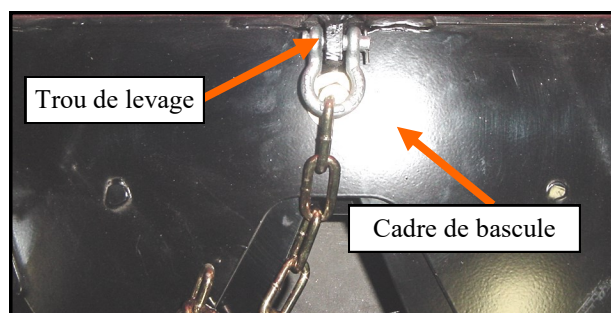

Figure 8.2—Manille installée sur le cadre de bascule
8.2 Comme illustré à la figure 8.2, glissez la chaîne de levage à travers la manille, puis insérez la goupille dans la manille et dans le trou de levage du cadre de bascule. Insérez la clavette dans le petit trou de la goupille puis pliez-la pour la bloquer en place.